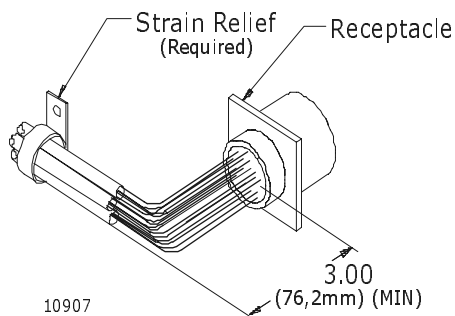

Abbildung 20: Zugentlastung des Buchsenkabels
- Am Innenkabel ist eine Zugentlastung erforderlich, um einwandfreie Dichtung zu gewährleisten (siehe Abbildung 20: auf Seite 19).
ACHTUNG: Befestigen Sie Kabel mittels Klammern oder Schellen in Abständen von höchstens 0,5 m, wenn sie nicht in einem Kabelkanal verlegt werden. Installieren Sie alle Kabel so, dass sie vor physischer Beschädigung geschützt sind. Sorgen Sie dafür, dass die Kabel an der Steckbuchse zugentlastet sind. Siehe Abbildung 20:, Seite 19.
ACHTUNG: Befestigen Sie Kabel mittels Klammern oder Schellen in Abständen von höchstens 0,5 m, wenn sie nicht in einem Kabelkanal verlegt werden. Installieren Sie alle Kabel so, dass sie vor physischer Beschädigung geschützt sind. Siehe Abbildung 20:, Seite 19.